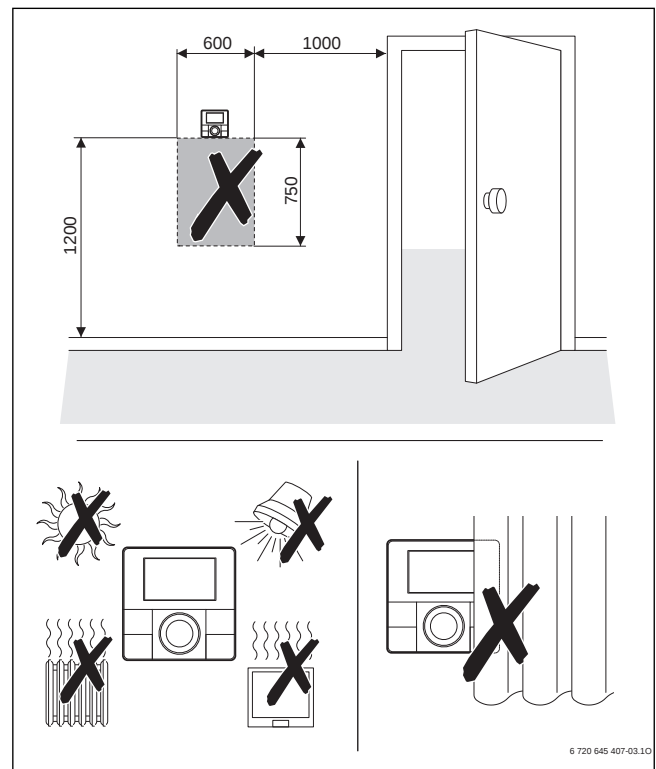

Bild 82 Position der Fernbedienung CR 10 im Referenzraum (Maße in mm)
- Fernbedienung für die raumtemperaturgeführte Regelung im Referenzraum installieren (→ Bild 82).